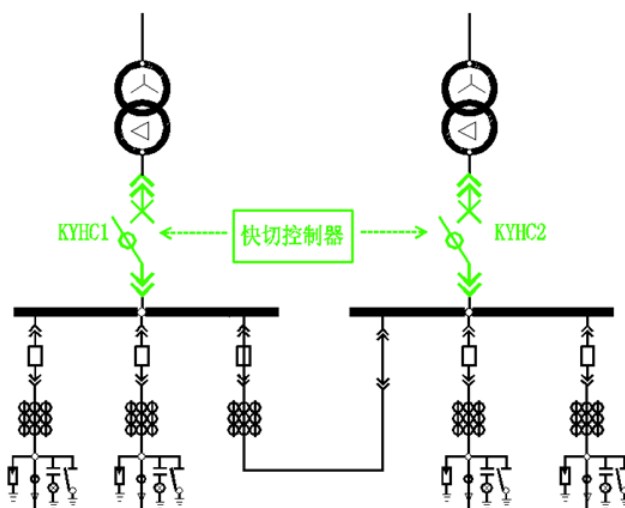

图 4 母线切换原理图
4) 母线切换：图 4 所示，为双电源进线、双母线并列运行供电方案，当进线开关 KYHC1（KYHC2）合闸、KYHC2（KYHC1）分闸时，区外发生故障，控制器迅速作出判断，并控制 KYHC1（KYHC2）分闸后发出 KYHC2（KYHC1）合闸指令。当进线开关 KYHC1、KYHC2 都处于合闸状态，进线 1（进线 2）发生故障时，控制 KYHC1（KYHC2）快速分闸。